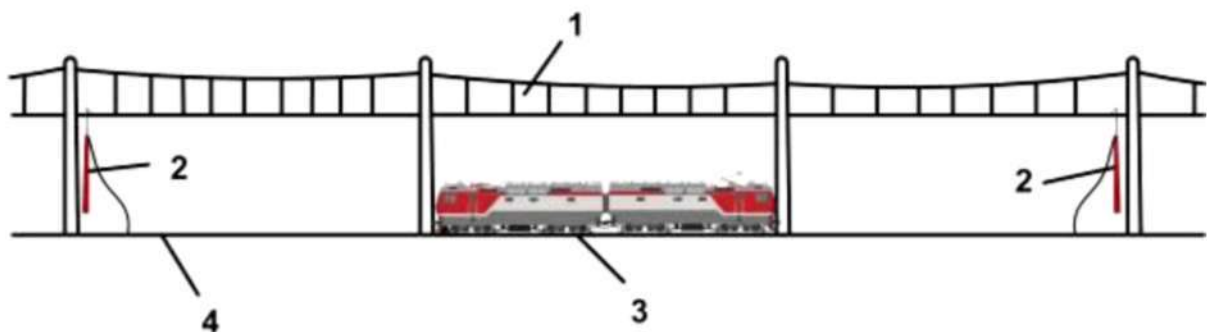

Рис.5
8.3.5. Увязка токоприемника производится после снятия напряжения и заземления контактной сети с двух сторон от места производства работ на электровозе или МВПС (рис. 5).
8.3.16. При аварийном пережоге, обрыве контактного провода над локомотивом (МВПС), при изломе токоприемника, если остался целым несущий трос контактной сети, лежащие на корпусе локомотива, МВПС или на рельсах контактные провода, также должны быть отключены и заземлены с 2-х сторон (рис. 5).